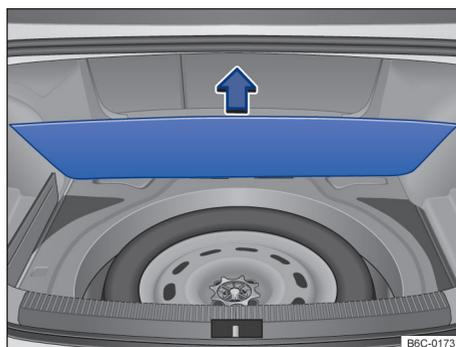

Fig. 163 No compartimento de bagagem, sob o revestimento de assoalho: roda de emergência e ferramentas de bordo.
As ferramentas de bordo e a roda de emergência estão localizadas no compartimento de bagagem, sob o revestimento do assoalho → Fig. 163.
- Levantar o revestimento do compartimento de bagagem → Fig. 163.